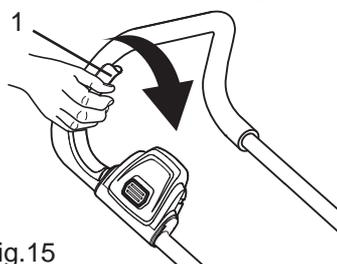

Fig.15
- > Pour éteindre l'appareil, relâchez la poignée marche/arrêt [1] (Fig.15).